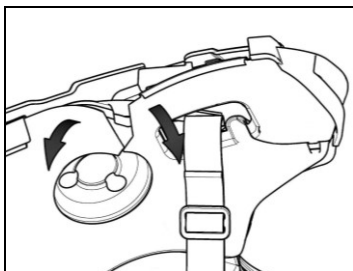

Fig. 11
- Løft polstringens plastikbeklædning (Fig. 11).